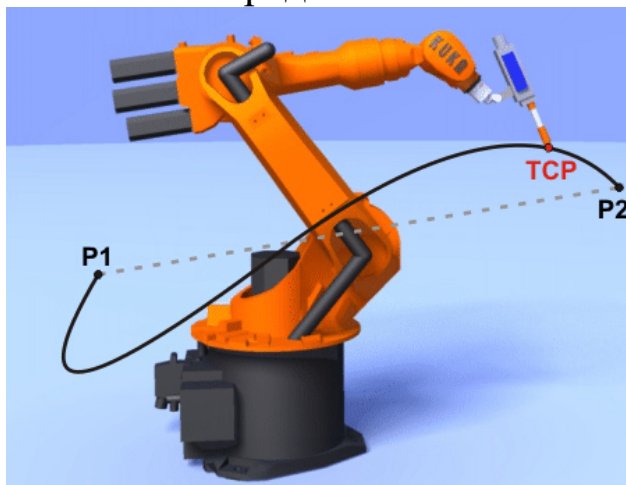

Рис. 8.7 РТР движение
1. РТР - точка-точка - движение по кратчайшему пути к конечной точке (Рис. 8.7).